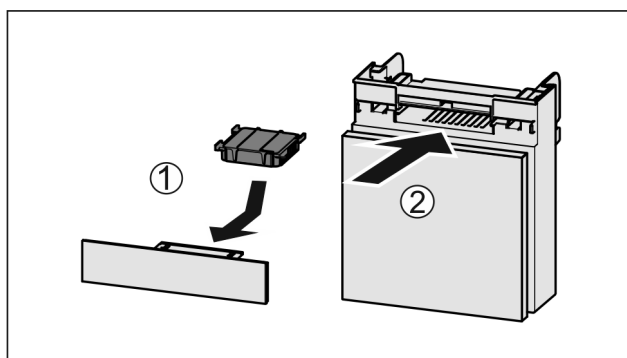

Fig. 149
- Insérer le filtre à charbon actif d'après le schéma Fig. 149 (1).
- Insérer le compartiment Fig. 149 (2).